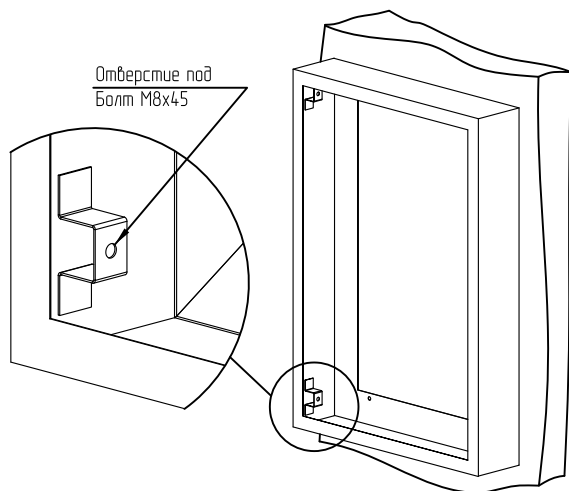

Рисунок 8
4.1 С помощью строительных инструментов и приспособлений надёжно закрепите Кожух ЩЭ на стене (рисунок 8).